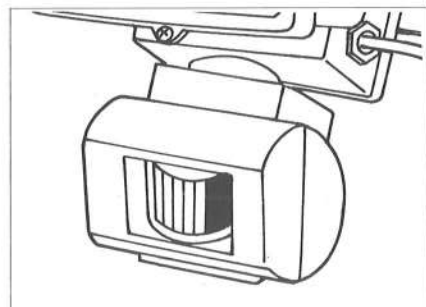

図4
①	SENS、TIMEのダイヤルの位置はどこでもOKです。
②	電源プラグの操作。	電源プラグをコンセントに差し込み、約5秒後に電源プラグを抜いて直ぐにON-OFF-ONを繰り返して下さい。（2～3秒以内） 注遅いときは連続点灯しません。
③	センサーの反応と点灯。	夜、昼共に連続点灯して消灯しません。
④	センサーを通常のモードに変更する場合	電源プラグをコンセントから抜いて30秒後に改めて行って下さい。
- センサーの検知の不要なエリア（犬、猫などの動物の動く場所）については、センサーの一部分の不要部分に黒いビニールテープを貼って下さい。（図4参照）